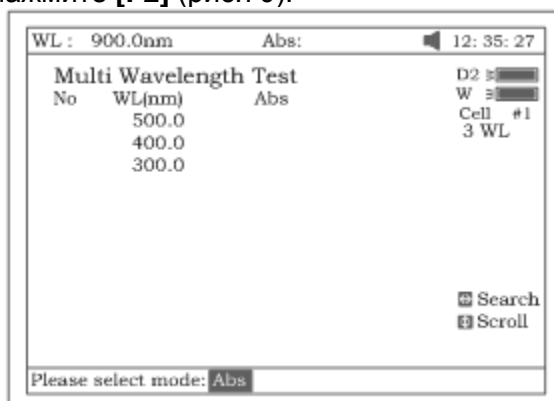

Рисунок 70
2. Чтобы выбрать режим, нажмите **[F2]** (рис.70).